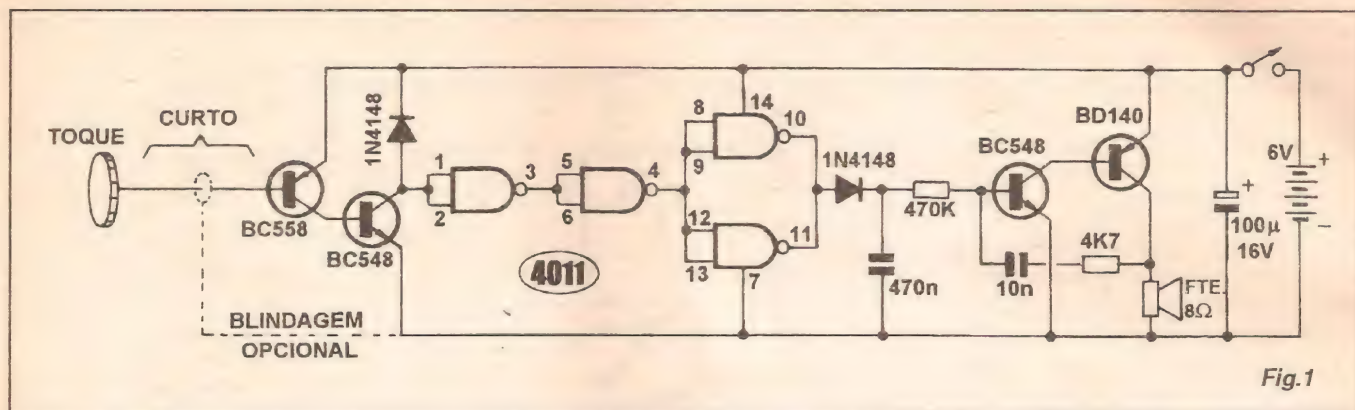

Fig. 1
- Não esquecer de adequar na placa e na montagem, os valores do capacitor e resistor específicos (rever *esquema* - FIG. 1, e LISTA DE PEÇAS...) que dependem da tensão nominal da rede local.
- **FIG. 1 - DIAGRAMA ESQUEMÁTICO DO CIRCUITO** - Inicialmente, um poderoso (em termos de ganho...) amplificador com dois transistores (BC558 e BC548) arranjados numa espécie de *Darlington complementar* capta o ruído elétrico introduzido no sensor pelo dedo do operador (esse ruído, de 60 Hz, corresponde à natural captação, pelo corpo da pessoa, do campo eletro-magnético presente em todo local servido pela rede C.A. de 110 ou 220 volts, e se manifesta mesmo que a dita pessoa esteja a vários metros da fiação de C.A. embutida nas paredes...). Depois de amplificado em nível, tal ruído elétrico é entregue pelo **coletor** do BC548 diretamente à entrada (pinos 1-2 reunidos...) de um primeiro *gate* CMOS em função *sim-*